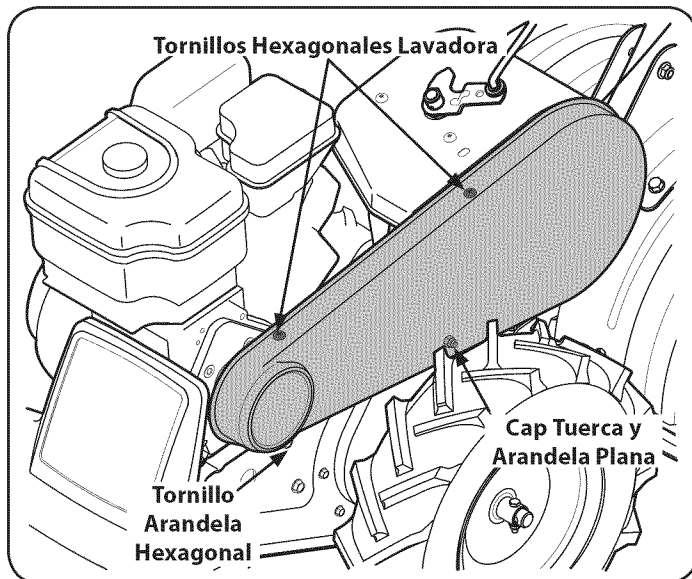

Figura 26
1. Saque la cubierta de la correa desde el lado izquierdo de la cultivadora extrayendo los dos tornillos de la parte superior de la cubierta. Vea la Figura 26.
2. Retire con cuidado la tuerca hexagonal y la arandela plana del lado frontal de la cubierta de la correa. Extraiga el tornillo de cabeza hexagonal en la parte posterior de la cubierta. Vea la Figura 26.